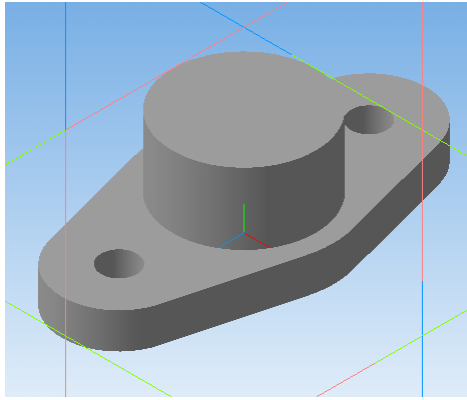

Рис. 24. Цилиндр построен
4. На *Панели свойств* оставьте все настройки по умолчанию, в поле *Расстояние* $\underline{1}$ введите 10 мм . Щелкните по кнопке  (Создать объект). Результат построения цилиндра представлен на рис. 24.